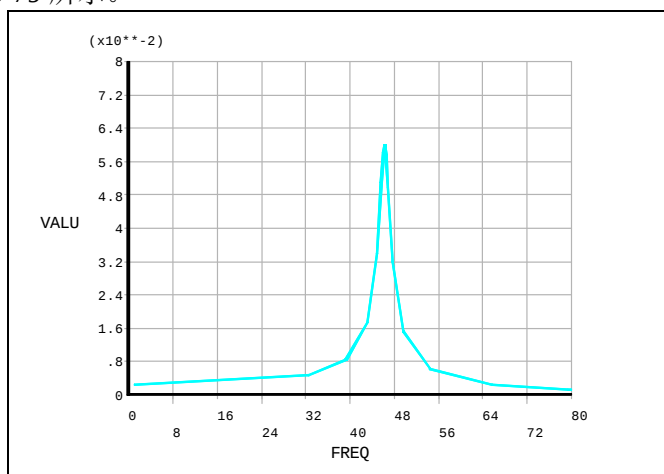

图 13-79 位移频率关系图
⑤绘制位移频率曲线：在“Time History Variables”对话框中单击第三个按钮“”，屏幕显示如图 13-79 所示。